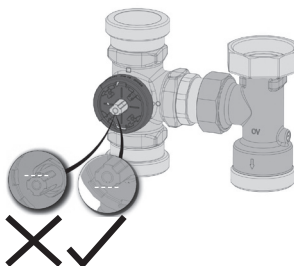

Abb. 17
3. Ausrichtung des Mischerkübens kontrollieren. Dessen abgeflachte Seite muss nach unten zeigen und waagrecht ausgerichtet sein (Abb. 17). Das Küken versperrt in dieser Position den Vorlaufstrang.